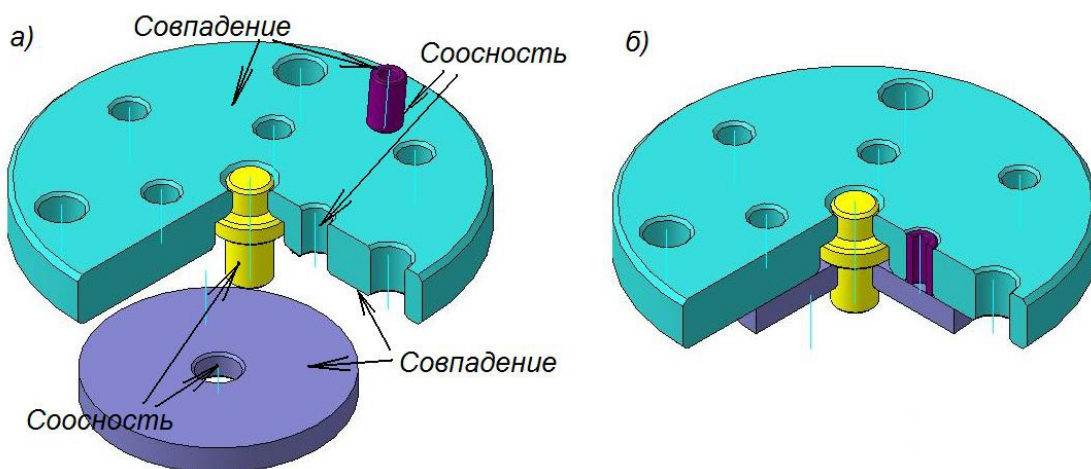

Рис. 4.7. Схема выполнения сопряжений звеньев «Плита – Втулка» и «Плита, Палец – Деталь-заготовка»
2. Аналогичным образом установите на место модели «Втулка» и «Деталь-заготовка» (рис. 4.7).